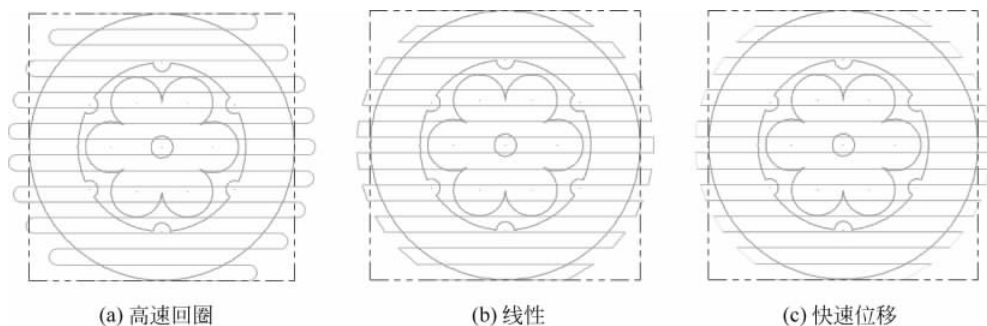

图 5-18 三种刀具的路径效果
(4) “两切削间的位移方式”下拉列表框: 设置两相邻刀具切削之间的加工方式,有高速回圈、线性和快速位移三种。“高速回圈”是在两切削间位移位置产生圆弧过渡的刀具路径;“线性”是在两切削间位移位置产生直线的刀具路径;“快速位移”是在两切削间位移位置以 G00 快速移动到下一切削位置。三种刀具路径效果如图 5-18 所示。